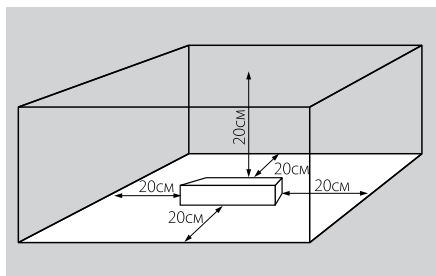

Рис.1
- 4.2. Для естественной вентиляции обеспечьте свободное пространство вокруг источника питания не менее 20см, как изображено на Рис.1. При невозможности обеспечить свободное пространство используйте принудительную вентиляцию. Не соединяйте параллельно выходы двух и более источников питания.